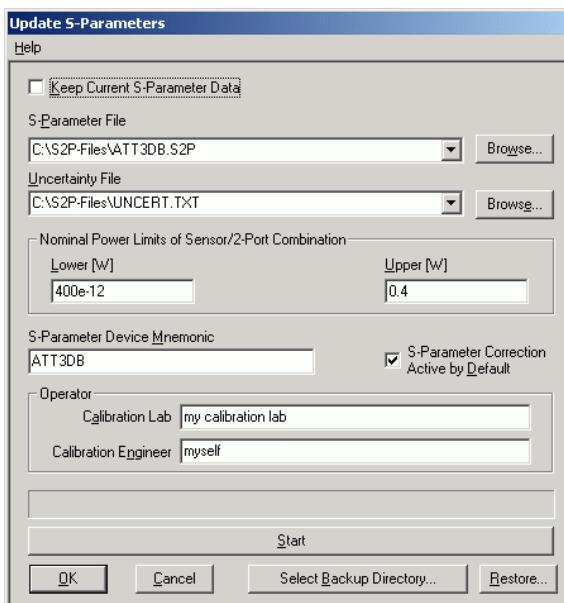

Bild 3-3 Dialogfenster für das Laden einer S-Parameter-Tabelle
1. Schließen Sie den Messkopf an den USB-Port des PC an und starten Sie das Programm-Modul **Update S-Parameters**. Dadurch wird das entsprechende Dialogfenster geöffnet (Bild 3-3).